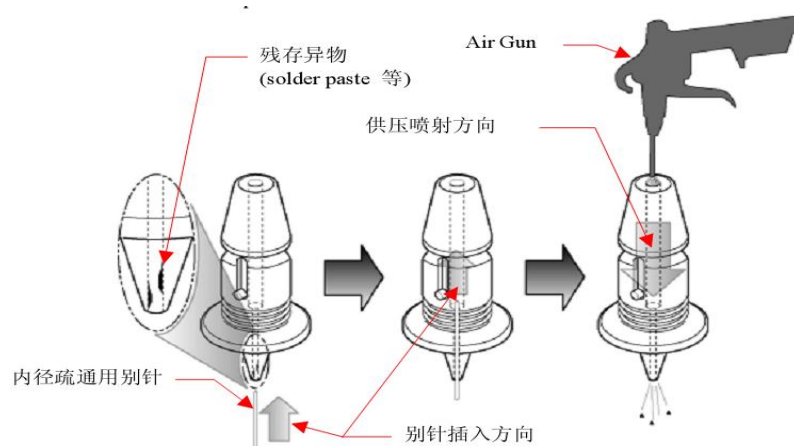

图 6
- 吸嘴外部及反光面污染物的去除：将推荐的洗净液（Sticker Remover W0-520）喷射到无尘布上，擦拭吸嘴外部，再用气枪吹干净，（图6）。